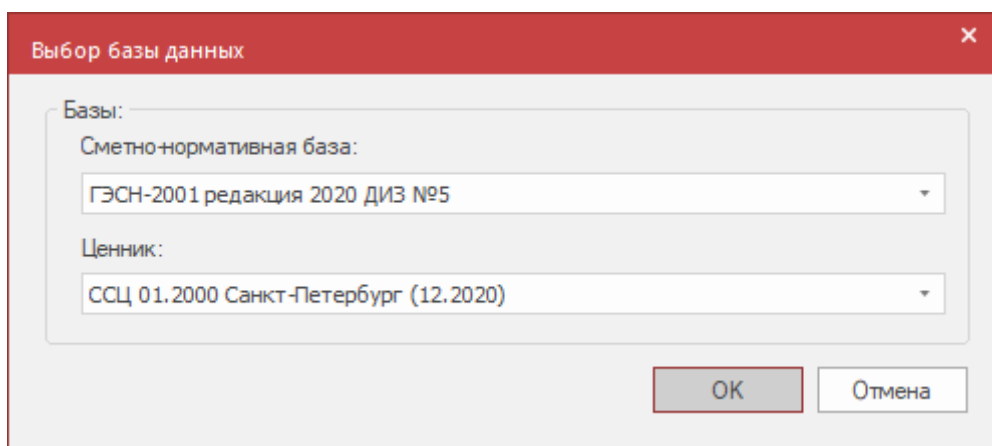

Рис. 6.1 Диалоговое окно **Выбор базы данных**
3. В открывшемся диалоговом окне *Выбор базы данных* (рис. 6.1) выбрать сметно-нормативную базу и сборник сметных цен, из которых будет производиться загрузка стоимости позиций. Подбор производится по шифру позиции.